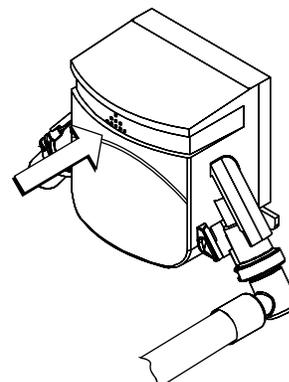

図67
12. ヒンジドカバーを押し上げて、ポンプを開けます(図67の矢印を参照)。